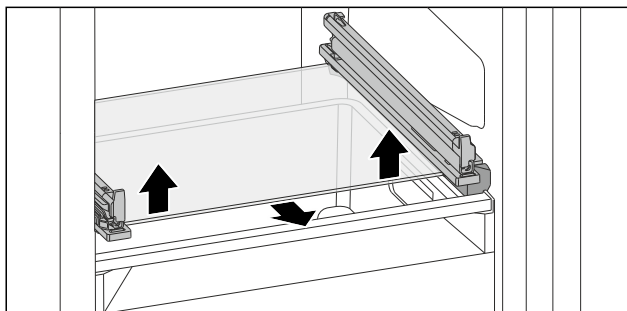

Fig. 133 Стекланная пластина откидного выдвижного ящика
- ▶ Нажмите на стеклнную пластину снизу вверх с обеих сторон. (см. Fig. 133)